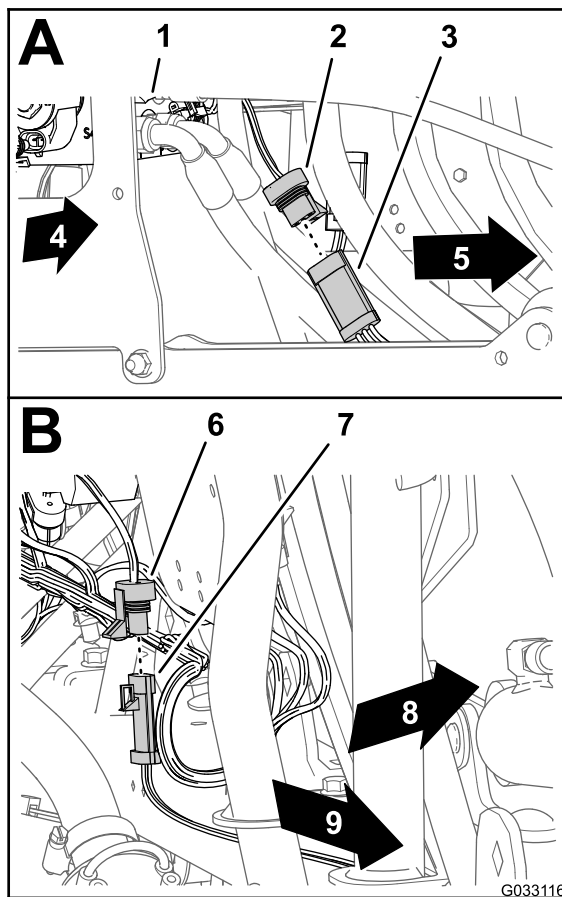

图147
1. 将超声波喷洒臂线束的 3 插槽接头连接至右超声波传感器电缆的 3 针接头 图147 中的 A。
2. 将超声波喷洒臂线束的 3 插槽接头连接至左超声波传感器电缆的 3 针接头 图147 中的 B。